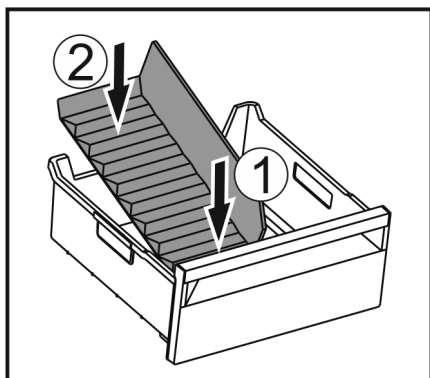

Fig. 139
- Vstavite sprednji del pregrade predala za led. Fig. 139 (1)
- Zadnji del pregrade predala za led spustite do dna predala. Fig. 139 (2)